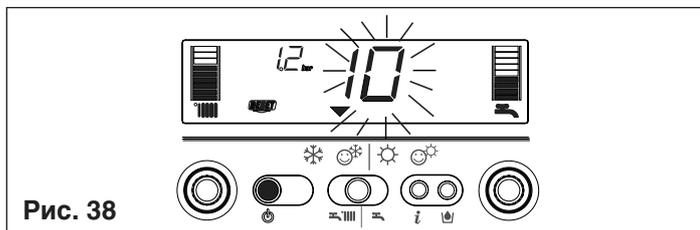

Рис. 38
2) Отображается только символ (рис. 38)